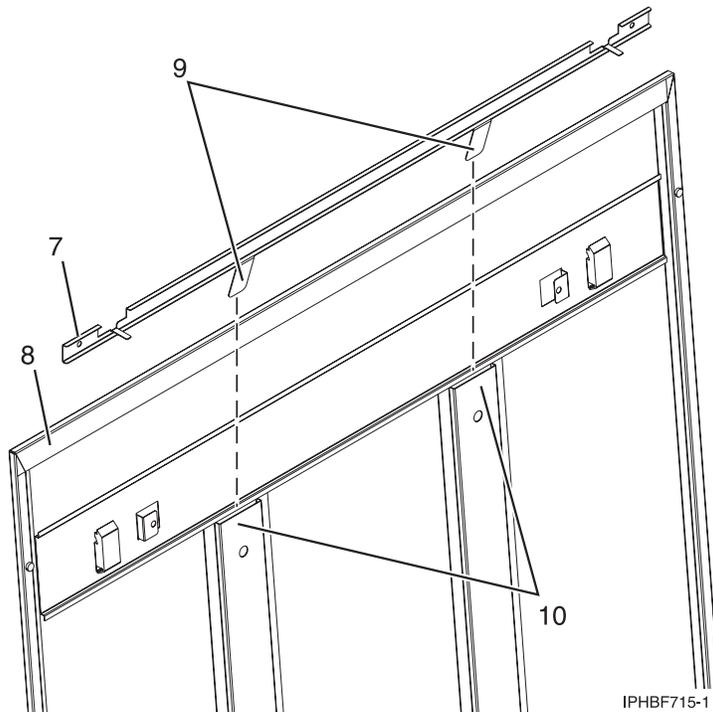

Figure 105. Installation d'une glissière de sécurité
- b. Placez la partie plate de la glissière (7) face à la partie intérieure du panneau (8) (voir la figure 105) et insérez les deux taquets (9) de la glissière dans les deux canaux de support verticaux (10) situés sur le panneau latéral.